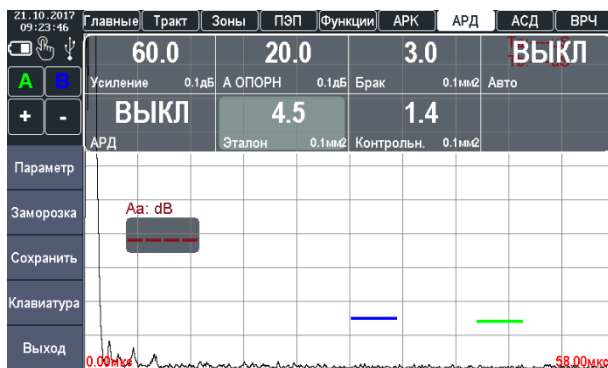

Рисунок 2.50 – Установка эквивалентной площади отражателя
2. Указать площадь эквивалентного отражателя в параметре «ЭТАЛОН» (в мм²), см. рис. 2.50.